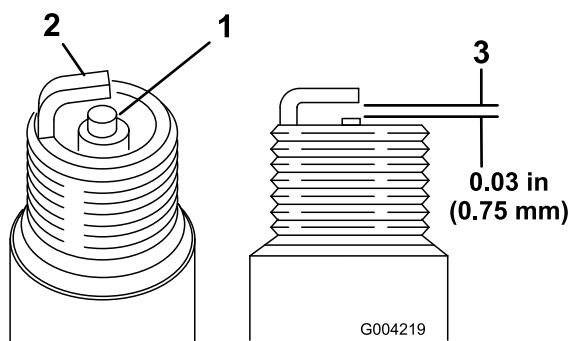

Figura 48
1. Uitați-vă la centrul ambelor bujii (Figura 48). Dacă izolatorul este maro deschis sau gri, motorul funcționează corect. Existența unui strat negru pe izolator semnifică de obicei faptul că filtrul de aer este murdar.
2. Verificai distanța dintre electrozii central și lateral (Figura 48).
3. Curbai electrodul lateral (Figura 48) dacă distanța nu este corectă.